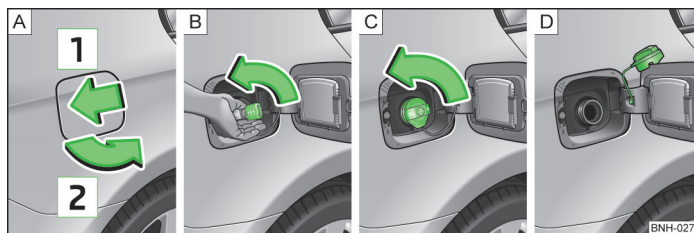

Fig. 130 Ștuț de alimentare cu combustibil
Pe interiorul clapetei rezervorului sunt menționate tipurile adecvate de carburant pentru autovehiculul dvs » fig. 130 la pagina 154 - [B].
- ▶ Apăsăți clapeta rezervorului în sensul săgeții [1] » fig. 130.
- ▶ Țineți bine cu o mână bușonul rezervorului de combustibil și deblocați-l cu cheia în sensul săgeții » fig. 130 - [B].
- ▶ Deșurubați bușonul rezervorului de combustibil în sensul săgeții » fig. 130 - [C].
- ▶ Introduceți bușonul rezervorului de combustibil de sus pe clapeta rezervorului » fig. 130 - [D].
- ▶ Înșurubați bușonul rezervorului de combustibil în sens contrar săgeții » fig. 130 - [B], până când se fixează printr-un sunet perceptibil.
- ▶ Țineți bine cu o mână bușonul rezervorului de combustibil, încuiați-l prin rotirea în sens contrar săgeții » fig. 130 - [D] și scoateți cheia.
- Deșurubați bușonul rezervorului de combustibil în sensul săgeții » fig. 130 - .
- Desfaceți bușonul rezervorului de combustibil și introduceți-l în alezajul de la clapeta rezervorului de combustibil » fig. 130 - .
- Introduceți bușonul rezervorului de combustibil pe ștuțul de umplere cu combustibil și rotiți în sens contrar săgeții, până la fixarea sigură » fig. 130 - .